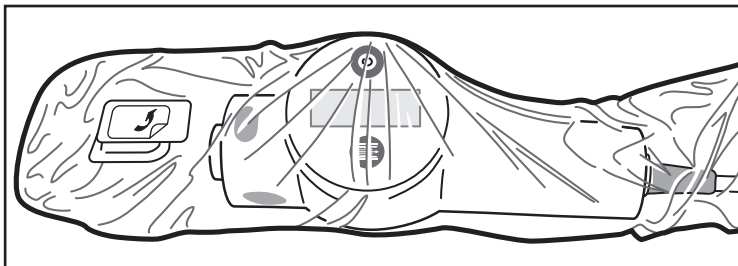

Figura 6. Bolsa colocada
7. Para colocar la bolsa, deje de introducir la unidad motora MDU5 PLUS en la bolsa en cuanto obtenga un ajuste perfecto. El operador esterilizado no necesita desplazar la unidad motora MDU5 PLUS hasta que alcance la placa frontal de la bolsa. Es normal que quede un espacio entre la punta de la unidad motora MDU5 PLUS y la placa frontal de la bolsa (figura 6).